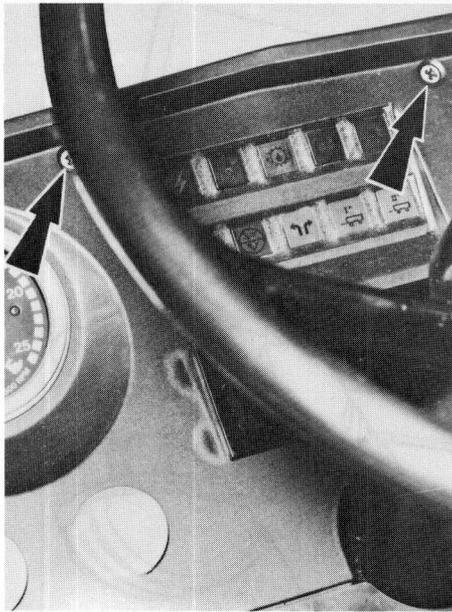

Fig. 44
- 2 – (Fig. 44). Déposer les 4 vis de fixation du tableau de bord et le basculer contre le volant.